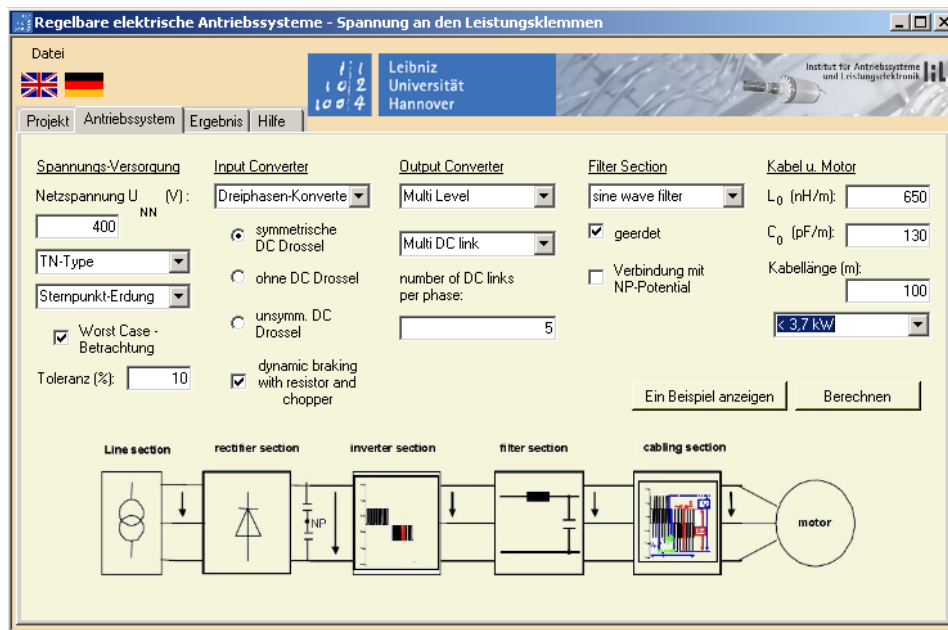

Abb. 1: Eingabemaske für die Parameter des Antriebssystems
2. Der Reiter **Antriebssystem** (s. Abb. 1) beinhaltet sämtliche Eingabegrößen die in 5 Bereiche (Spannungsversorgung, Gleichrichter, Wechselrichter, Filter, Kabel und Motor) aufgeteilt sind. Die Eingabefelder sind sowohl mit Tooltips erklärt sowie nochmals ausführlicher in der Hilfe mit Beispielen erklärt.